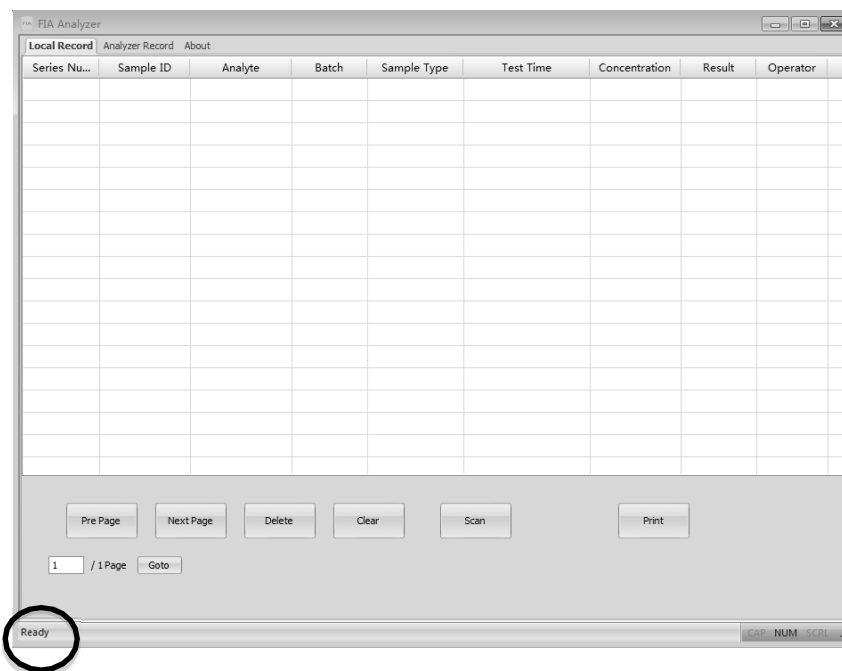

Fig 37
3. Clique duas vezes no ícone  na tela da área de trabalho para abrir a página inicial do software (Ref Fig 37)